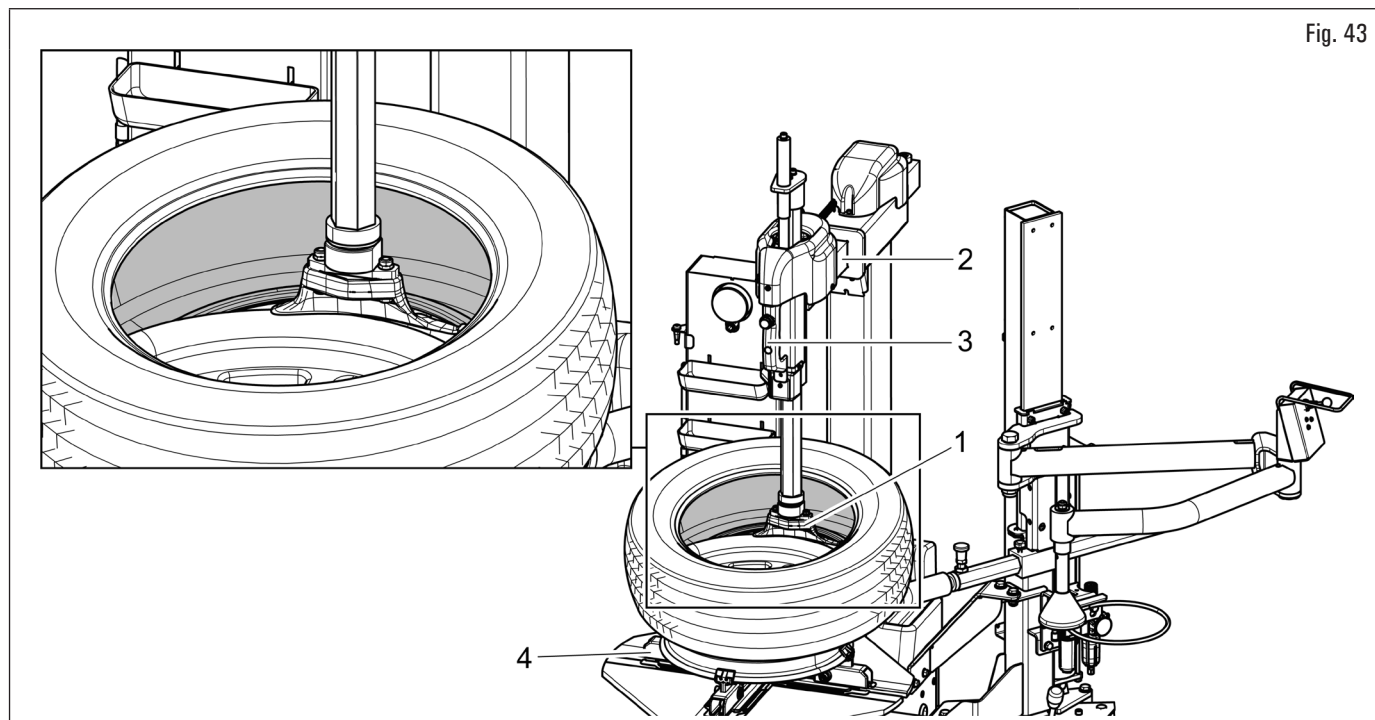

Fig. 43
2. posicionar la cabeza útil (Fig. 43 ref. 1) contra el borde de la llanta y bloquear el brazo operativo (Fig. 43 ref. 2);
Si se monta la rueda anteriormente desmontada, o se trabaja en ruedas con llanta de igual dimensión, no es necesario actuar cada vez en la manija (Fig. 43 ref. 3) para bloquear y desbloquear, sino que es suficiente posicionar nuevamente el brazo (Fig. 43 ref. 2).
3. guiar con las manos el neumático en forma tal que el borde pase debajo de la uña de la cabeza útil (Fig. 43 ref. 1) y fuera de su borde de sostén (véase Fig. 43 para borde inferior);
4. girar el mandril (Fig. 43 ref. 4) en el sentido de las agujas del reloj, presionando el pedal relativo y manteniendo presionado con las manos el borde del neumático en la garganta interior de la llanta;